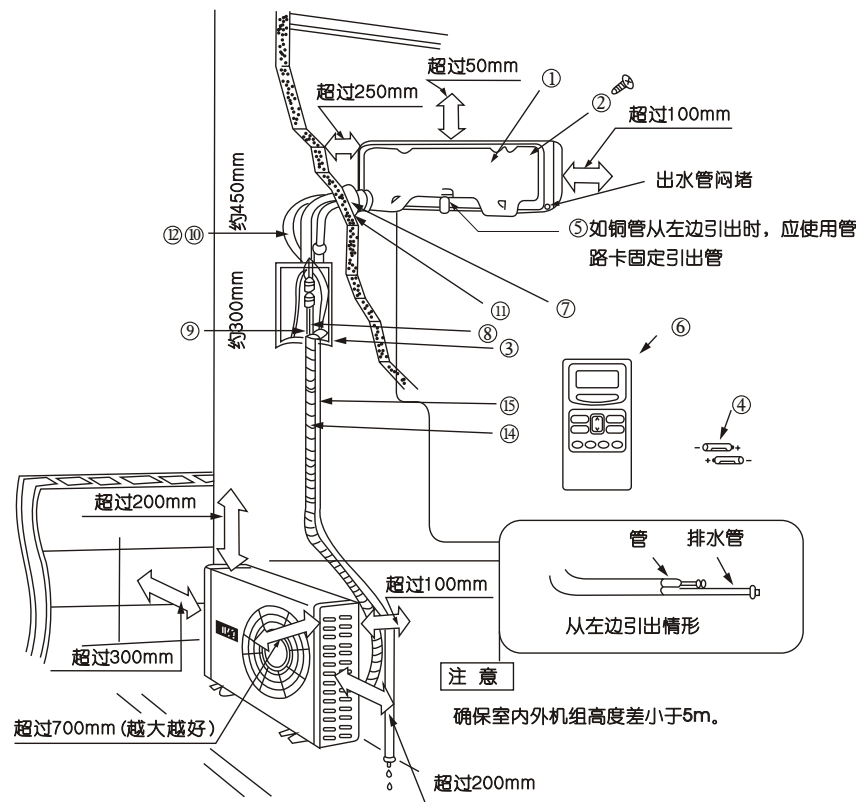

图 1
- （1） 为了便于修理，室内机组旁边应如图 1 般保留空间。
- （1） 室外机组的安装必须保留大于如图 1 所示的距离，并尽可能远离障碍物，避免障碍物妨碍通风系统。
- 1 示图 1 是管道后出连接安装成形。
- 2 根据总装 示图 1 结合对应附件按要求牢固安装。